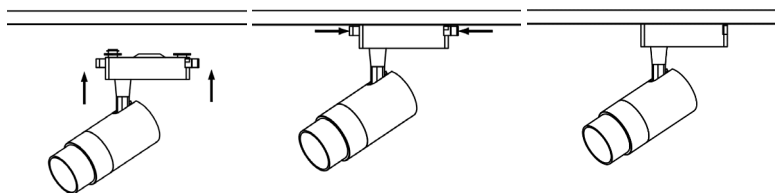

Рисунок 3 – Установка светильника на шинопровод.
5.4. Вставьте до упора адаптер светильника во внутреннюю часть профиля шинопровода (см. рисунок 3).
5.5. Закройте механические защелки на корпусе блока питания светильника до упора (см. рисунок 3).